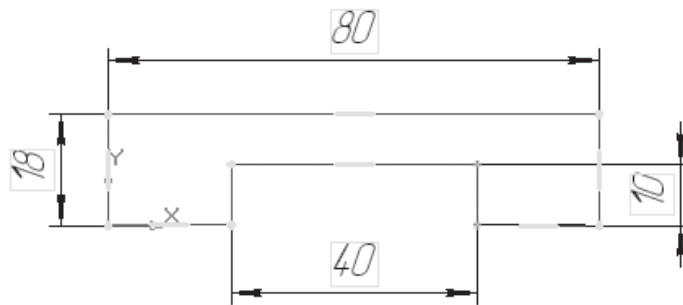

Рис. 12.3
- С помощью непрерывного ввода объекта и ортогонального черчения постройте эскиз основания детали (рис. 12.3).